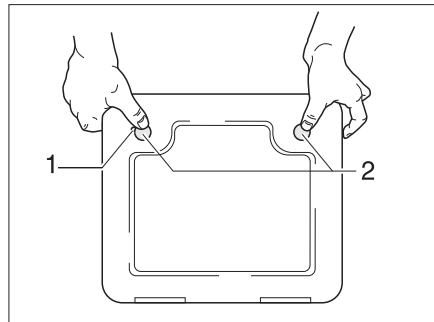

Bild 268 Klappe für die Toiletten-Kassette
- Die Klappe für die Kassette außen am Fahrzeug öffnen. Dazu den Schlüssel in den Schließzylinder des Druckschlösses (Bild 268,1) stecken und eine viertel Umdrehung drehen.
- Beide Druckschlösser (Bild 268,2) gleichzeitig mit dem Daumen drücken und die Klappe für die Kassette öffnen.